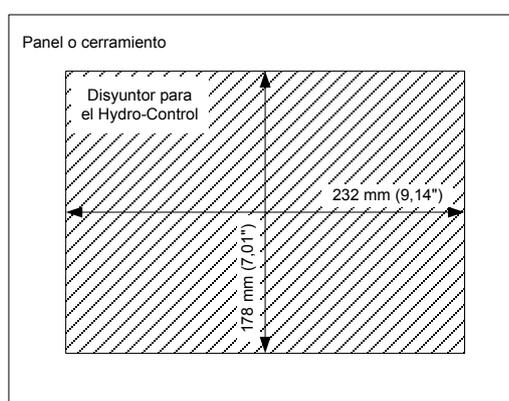

Figura 6: Disyuntor del panel para el Hydro-Control VI
- Corte una abertura en el panel del tamaño correcto. Consulte la Figura 6 para ver una plantilla.